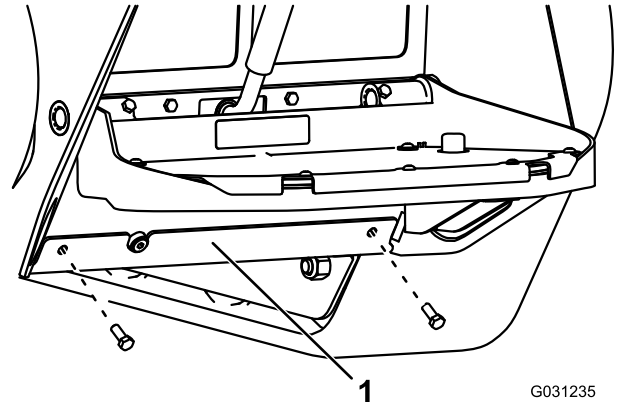

Figura 61
3. Retire los 2 pernos que sujetan la placa inferior, y retire la placa (Figura 61).
7. Instale la placa inferior (Figura 61).